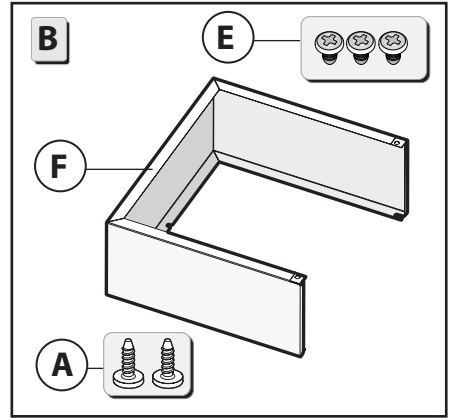

Fig.6
- Questa cappa può avere come optional un camino estetico da richiedere al Vs rivenditore Fig.6.